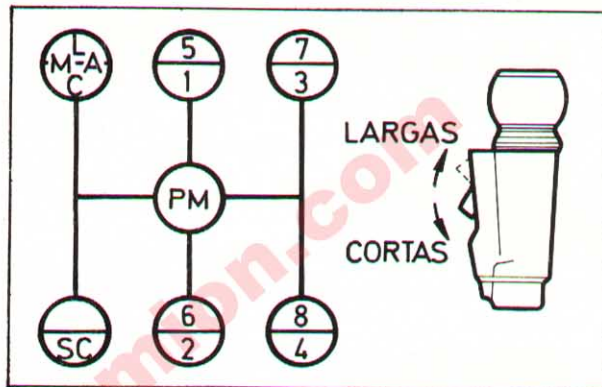

Fig. 2a.- Mando de preselección de las 2 gamas de velocidades y posiciones de la palanca de cambio (caja de cambios FULLER directa).
Este cambio de gama se preselecciona accionando el mando situado sobre la palanca de cambios (figs. 2a y 2b).
- a) Los cambios desde **SUPERCORTA (SC)** hasta 4ª velocidad se realizan manteniendo el selector en cortas y de la misma forma que en una caja común.
- Con la palanca de cambios en 4ª, pasar el mando de preselección de cortas a largas (fig. 2a y 2b).